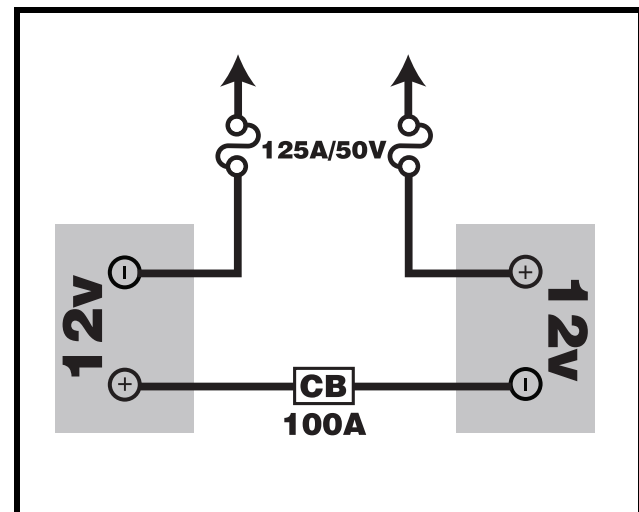

Abb. 14A. Batteriekabelverlauf
- Schließen Sie das schwarze Batteriekabel an den Minuspol (-) Batterieanschluss auf jeder Batterie an. **Siehe Abb. 14A.**